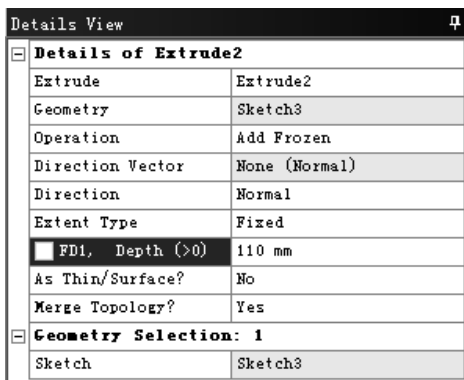

图 3.11.16 “Details View”对话框
(2) 在工具条中单击 **Extrude** 按钮，弹出图 3.11.16 所示的“Details View”对话框，使用草图 3 作为截面，在 **Operation** 下拉列表中选择 **Add Frozen** 选项，在 **FD1, Depth (>0)** 文本框中输入数值 110，其他采用系统默认设置值。单击工具条中的 **Generate** 按钮，完成拉伸特征 2 的创建。